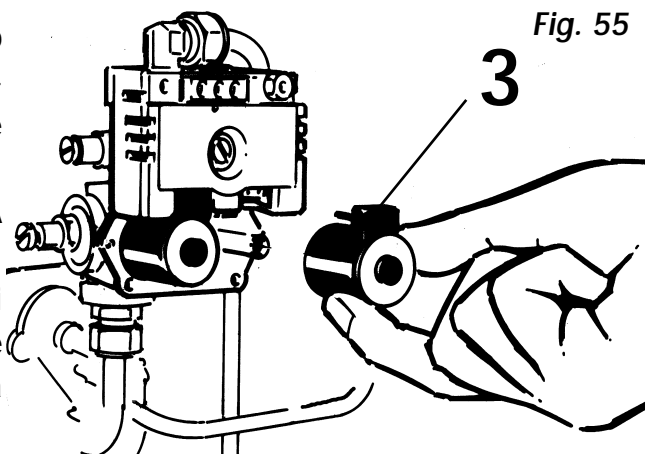

Fig. 55
- Estrarre il cilindretto solenoide guasto 3, sfilandolo dolcemente (Fig. 55).
- Estrarre i cilindretti solenoidi 3, sfilandoli dolcemente (Fig. 55).